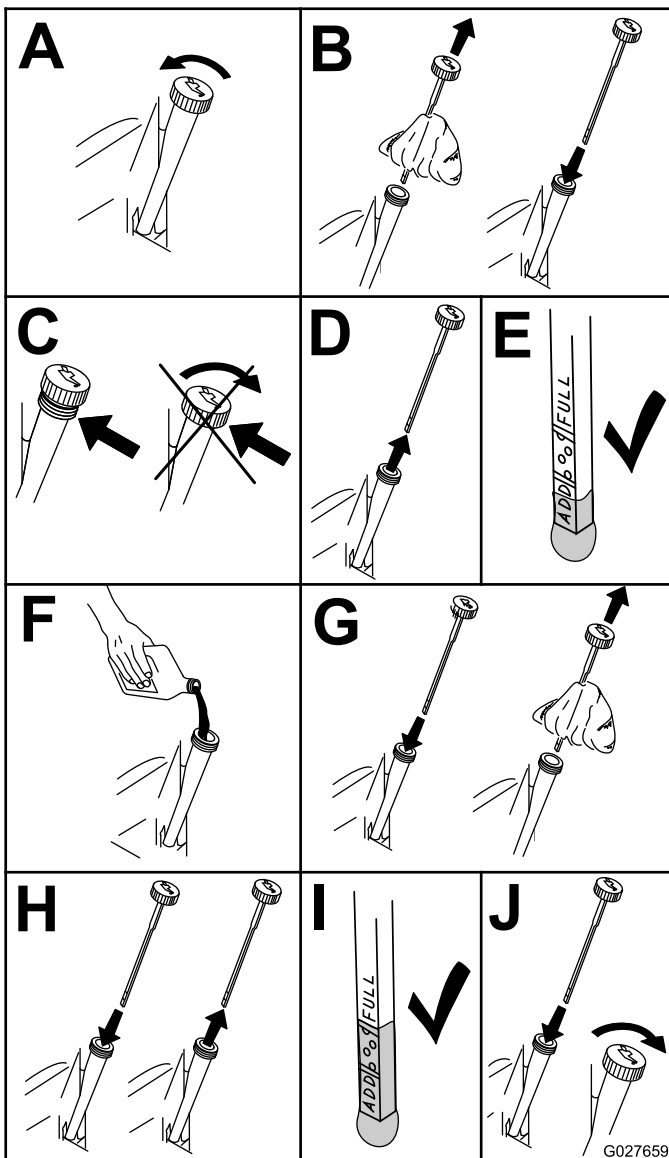

Figura 38
3. Compruebe el nivel de aceite del motor, según se muestra en (Figura 38).